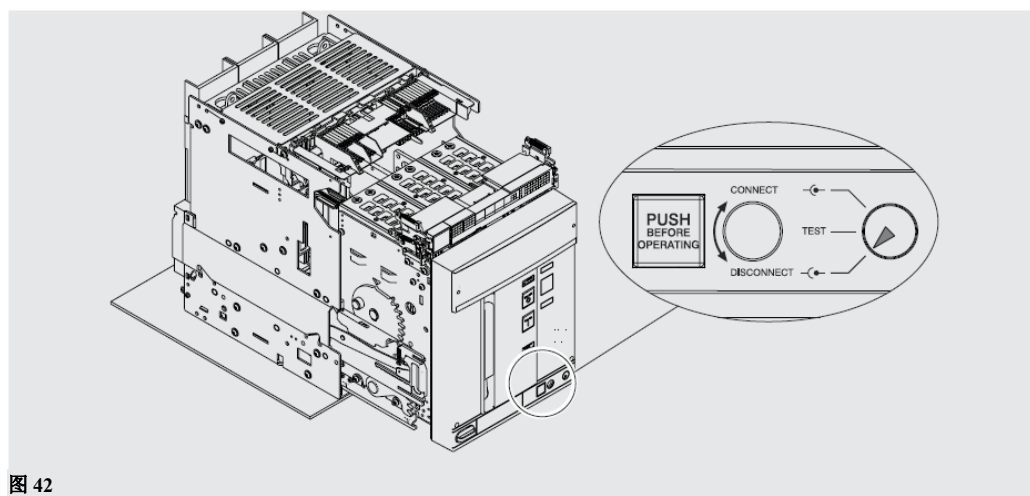

图 42
6. 确保位置指示装置指向 **DISCONNECT** 位置。见图 42